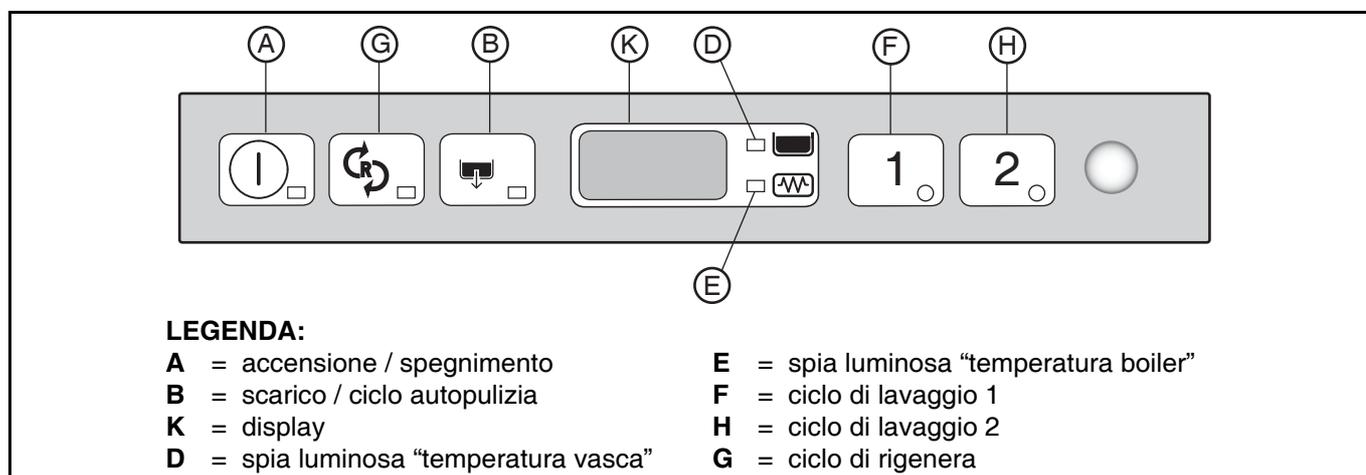

Figura 15
Si accende la spia del tasto "A" (Figura 15) che indica che la lavastoviglie è sotto tensione e sta effettuando il caricamento ed il riscaldamento dell'acqua. Durante l'intera fase di caricamento e riscaldamento sul display si legge "FILL":
Per visualizzare la temperatura del boiler durante il riscaldamento della vasca, aprire la porta e premere il tasto "F" (Figura 15).
Per stoviglie poco sporche o bicchieri: premere il pulsante "F" (Figura 15), (vedi tabella tempi).
Per stoviglie molto sporche: premere il pulsante "H" (Figura 15), (vedi tabella tempi).
- Selezionare il ciclo di pulizia premendo il pulsante "B" (Figura 15).
- Spegnerne la lavastoviglie premendo il pulsante "A" (Figura 15).